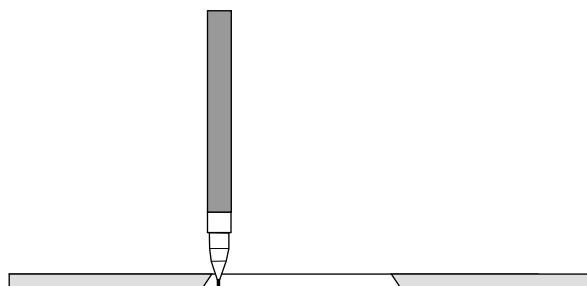

Рисунок 3
- e. В комплект устройства моделирования структуры поля PASCO включён пластмассовый шаблон для рисования кругов (см. рисунок 3). Поместите шаблон на проводящую бумагу и нарисуйте круги ручкой с проводящими чернилами. При желании можно сначала обвести шаблон мягким карандашом, а затем по линии провести проводящими чернилами.